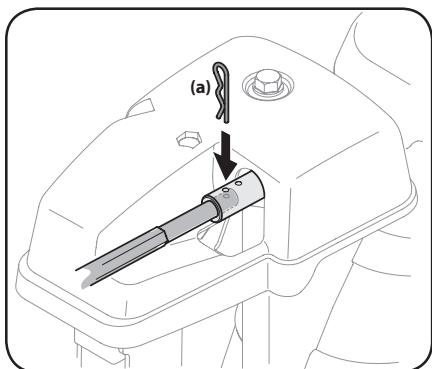

Figura 4-12
2. Retire la varilla de control del canal hasta que el orificio de la misma quede alineado con el segundo orificio del conjunto de rotación del canal. Consulte la Figura 4-12.